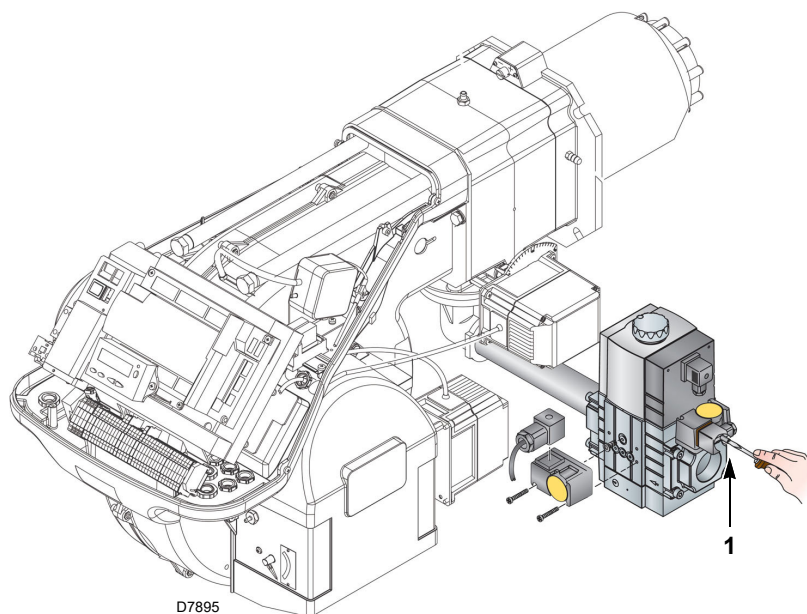

Fig. 27
- Contrôler la pression d'alimentation du gaz en raccordant un manomètre sur la prise de pression 1)(Fig. 27) du pressostat gaz minimum: elle doit être inférieure à la pression maximale admise pour la rampe gaz qui est indiquée sur la plaque des caractéristiques.
- Purger les tubes de la rampe gaz de l'air, en raccordant un tube en plastique sur la prise de pression 1)(Fig. 27) du pressostat gaz minimum. Porter le tube de purge à l'extérieur de l'édifice jusqu'à sentir l'odeur du gaz.